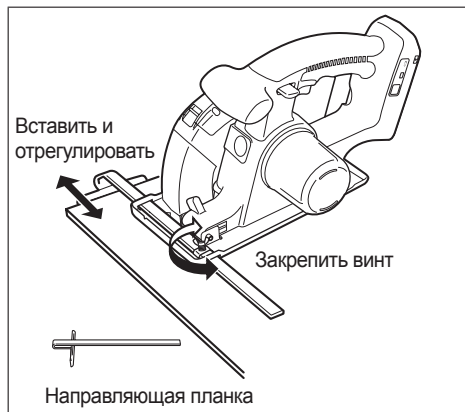

Рис. 10
- Вставьте направляющую планку и отрегулируйте глубину резания. (См. Рис.10)